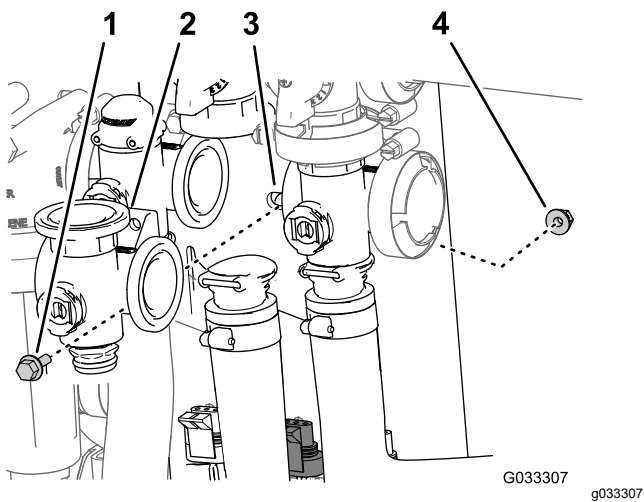

Figura 70
3. Îndepărtați urubul cu guler și contrapiulia cu guler care fixează supapa de agitare la elementul de montare a supapei și îndepărtați colectorul supapei de la mână (Figura 70).